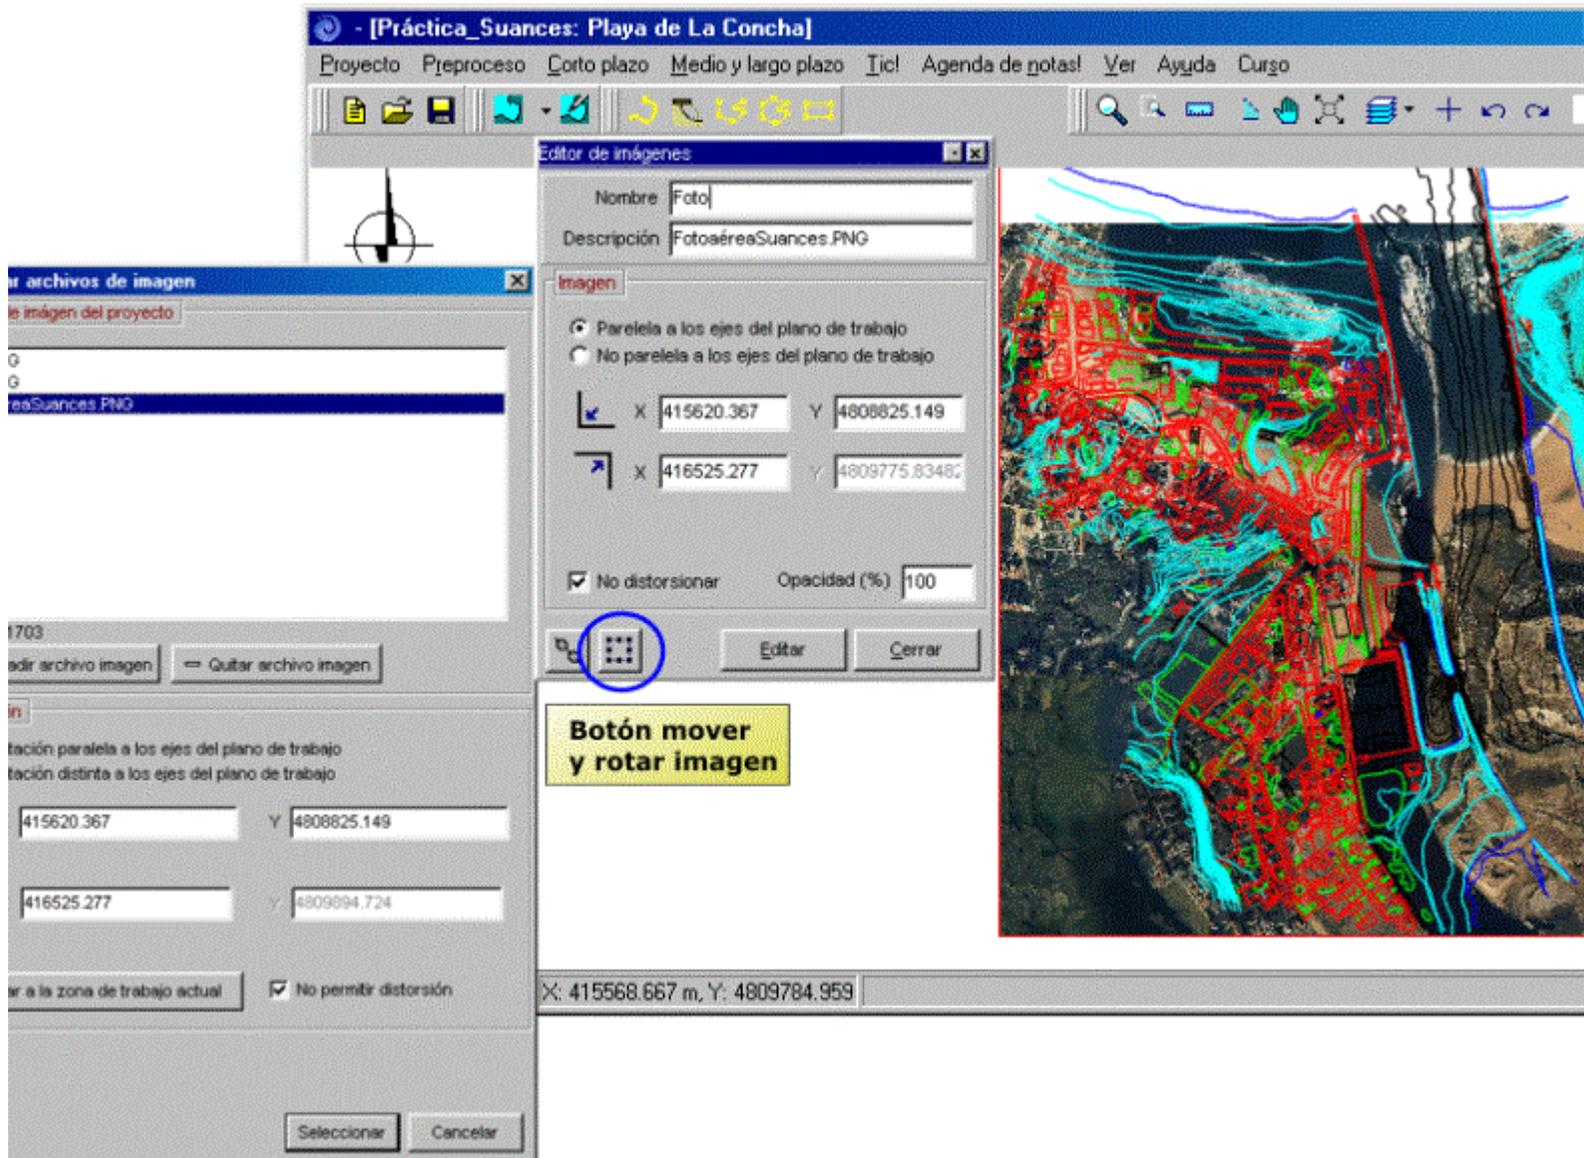

Figura 7.40
- A continuación, vamos a incluir la foto aérea, para lo cual hay que ir al editor del plano de trabajo y, en la pestaña de Imágenes, seleccionar “Añadir nueva”. Buscar en la lista el fichero de la imagen utilizado en la alternativa 2 (ver figura 7.40). Sin embargo, ahora se va a suponer que se desconocen las coordenadas de las esquinas de la imagen y se le va a indicar la opción de “Ajustar a la zona de trabajo actual” y “No permitir distorsión”. Finalizar pulsando el botón “Seleccionar”.
- Ahora ir al editor de la imagen y escribir en el campo de nombre “Foto”. También se puede observar cuáles son las coordenadas que, de momento, se han introducido a las esquinas de la foto (ver figura 7.40).